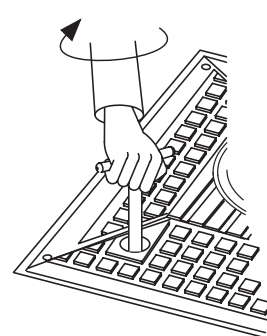

FIG. 17
En cas de panne de courant, vous pouvez abaisser manuellement la colonne en suivant les instructions de la fig. 17 : dévissez au préalable le **Bouchon de protection** (1), introduisez ensuite la **Clé de déverrouillage** dans son logement (2) et, en lui faisant faire un tour en sens contraire au sens des aiguilles d'une montre, déverrouillez le circuit hydraulique (3), abaissez ensuite la colonne (4) en la poussant à la main et déverrouillez ensuite le circuit hydraulique en faisant faire un tour en sens horaire à la **Clé de déverrouillage** (5).